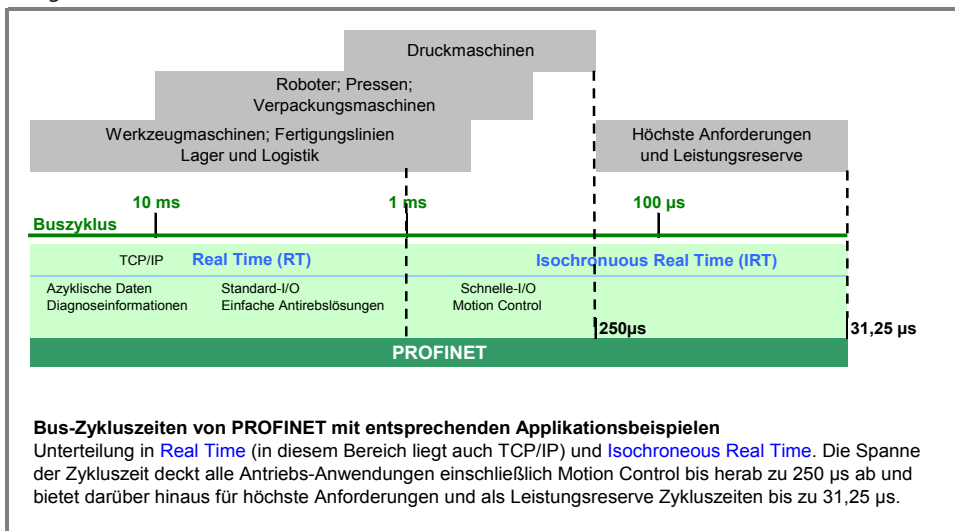

Abb. 5: Skalierbare Zykluszeiten (RT und IRT) bei PROFINET
- PROFINET ist dank seiner skalierbaren Zykluszeit (Abbildung 5) und den in Conformance-Klassen und Optionen aufgeteilten Funktionen (Abbildung 14 im Anhang) flexibel an die Aufgabenstellung anpassbar. Damit ist PROFINET gleichermaßen ein „Universalist für alle Fälle“ sowie ein „Experte in Spezialdisziplinen“ wie der Antriebstechnik, der Sicherheitstechnik oder von Industrial Wireless-Anwendungen.